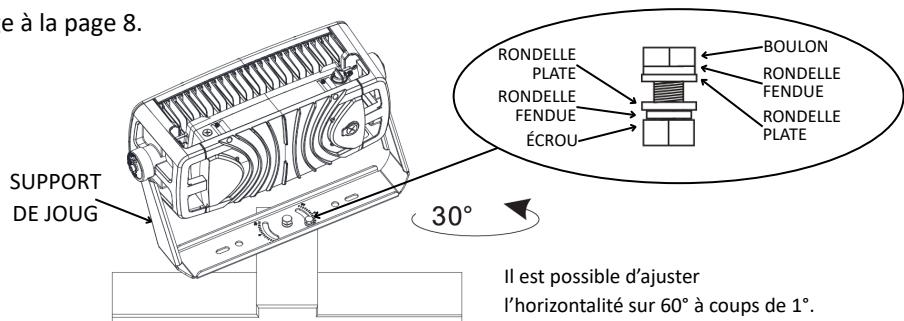
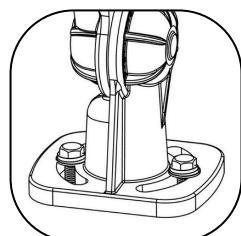
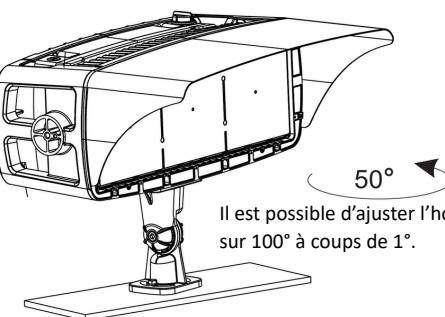

Fig. 2
Fig. 9
Fig. 10
- Placer deux boulons avec une rondelle fendue et une rondelle plate sur le support de joug et faire passer les boulons dans les trous percés. Vous pouvez tourner le luminaire sur 30° de chaque côté si vous le désirez. Ajouter une rondelle plate, une rondelle fendue et un écrou à chaque boulon (voir la figure 2).
2. Placer deux boulons avec une rondelle fendue et une rondelle plate sur l'articulation et faire passer les boulons dans les trous percés (figure 9). Vous pouvez tourner le luminaire sur 50° de chaque côté si vous le désirez (figure 10). Ajouter une rondelle plate, une rondelle fendue et un écrou à chaque boulon (voir l'ordre des boulons à la figure 2).